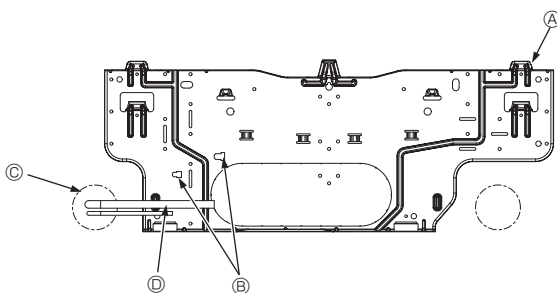

Fig. 3-5
- Ⓓ Бекіткіш винттер (4 × 25) ②
- Ⓕ Орнату тақтасы ①
3.3. Құбырларды қабырғаға ендіру кезінде (Fig. 3-5)
- Ⓐ Орнату тақтасы ①